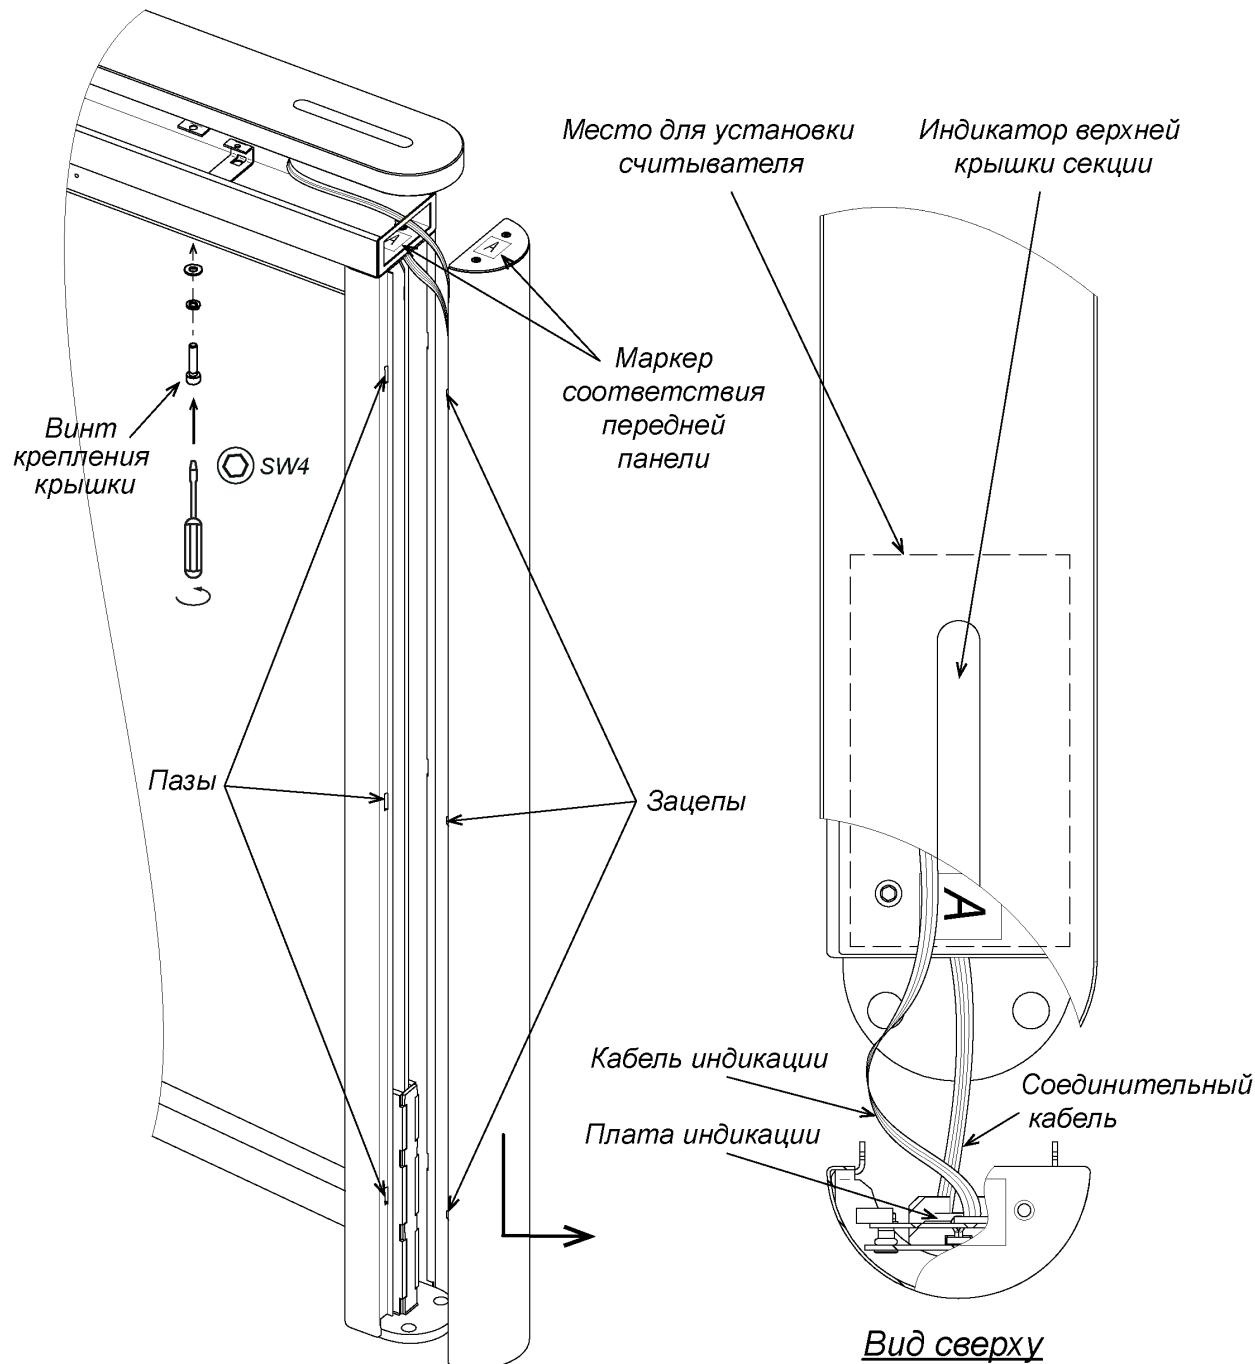

Рисунок 20. Снятие передней панели боковой стойки
21. При необходимости произведите монтаж считывателей карт доступа в верхнем коробе секции (см. рис. 20).
24. Установите на свои места передние панели боковых стоек (10) (разд. 8.8.2). При установке передних панелей с платами индикации ОБЯЗАТЕЛЬНО соблюдайте соответствие маркеров на панели и на секции (см. рис. 20). После установки проверьте, чтобы верхний край панелей находился на одном уровне с корпусом секции.
Для снятия передней панели боковой стойки (10) – сдвиньте ее вдоль стойки вниз и затем на себя, выводя зацепы панели из пазов в боковой стойке (см. рис. 20). Осторожно, не повредите соединительный кабель! Отсоедините разъем соединительного кабеля от платы индикации.
При установке передних панелей с платами индикации **ОБЯЗАТЕЛЬНО** соблюдайте соответствие маркеров на панели и на секции (см. рис. 20).
- Подключите соединительный кабель от модуля управления индикацией (разъем “PASS”, рис. 20) к плате индикации.
- С помощью ключа шестигранного SW4 закрутите четыре винта M4×16 с пружинными шайбами из комплекта поставки через отверстия в нижней части верхнего короба секции (см. рис. 20).